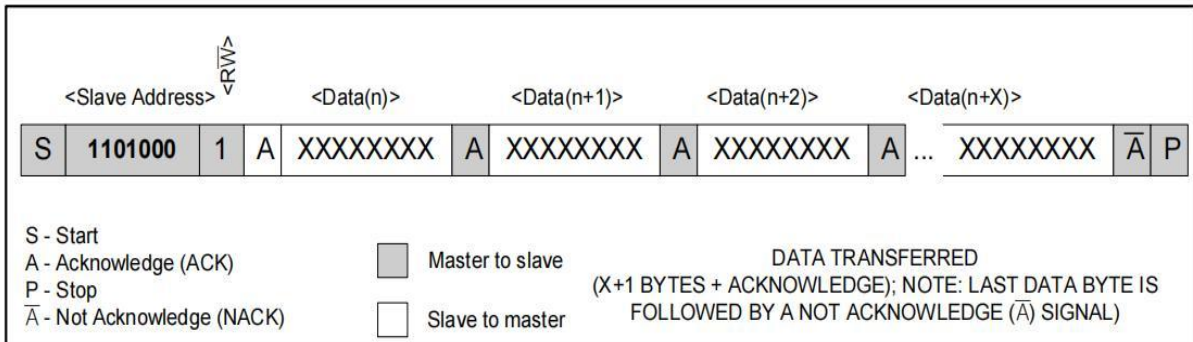

图 7 数据写入——从发送器模式
2、从发送器模式（读取模式）：对第一个字节的接受和处理同接收器模式一样。然而，在此模式下，指示位会指示传输地址是无效的。当 SCL 上有串行时钟信号输入时，DS1307 将在 SDA 上传输串行数据。START 和 STOP 位于串行传递的始末端（见图 7）。主器件发起 START 条件后，接收到的第一个字节是从地址。此地址字节包含有 7 位的 DS1307 地址：1101000，接着是指定位（R/ W）（此时该位为 1）。在接收到并解码出地址信息后，DS1307 在 SDA 线上输出一个应答位。接着，DS1307 以寄存器指针所指向的寄存器地址为起始数据，开始传输数据。如果寄存器指针在读取模式初始化之前未被写入，则第一个读取到的地址是寄存器指针最后一次存储的地址。寄存器指针在每个字节被写入后自动递增。DS1307 必须接收到一个“不应答”，以此结束读取。